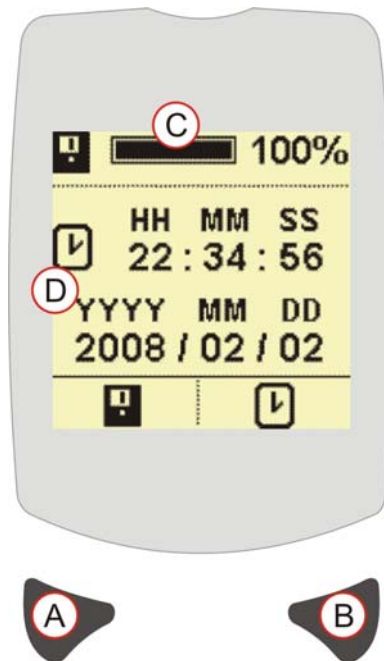

Figura 10 Schermata data e ora
Quando lo stato della memoria nella Figura 10 (C) visualizza 100% significa che la memoria è piena. Non è più possibile memorizzare dati. Per cancellare la memoria premere il tasto sinistro (A) per accedere alla Schermata di cancellazione della memoria (consultare SCHERMATA DI CANCELLAZIONE DELLA MEMORIA). Assicurarsi che le misurazioni siano scaricate attraverso dB24 prima della cancellazione.
La figura 10 (D) mostra l'ora e la data attualmente impostate nello strumento. Premere il tasto destro (B) per accedere alla schermata di impostazione dell'ora e della data (consultare SCHERMATA DI IMPOSTAZIONE ORA E DATA).